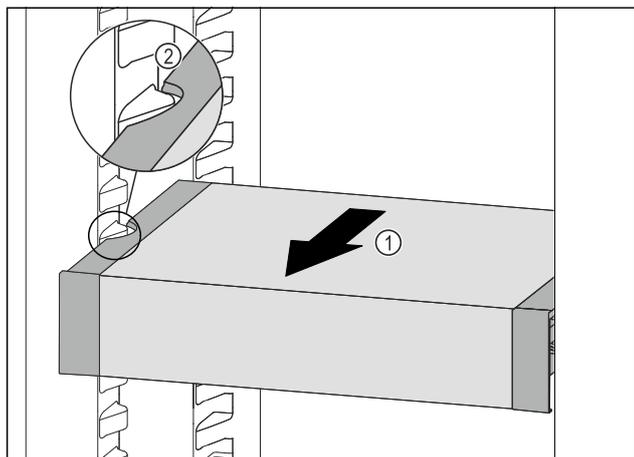

Fig. 128
- ▶ Tirare VarioSafe in avanti Fig. 128 (1) fino a quando le cavità laterali di VarioSafe non si trovano al livello della nervatura del contenitore nel vano frigorifero. Fig. 128 (2)